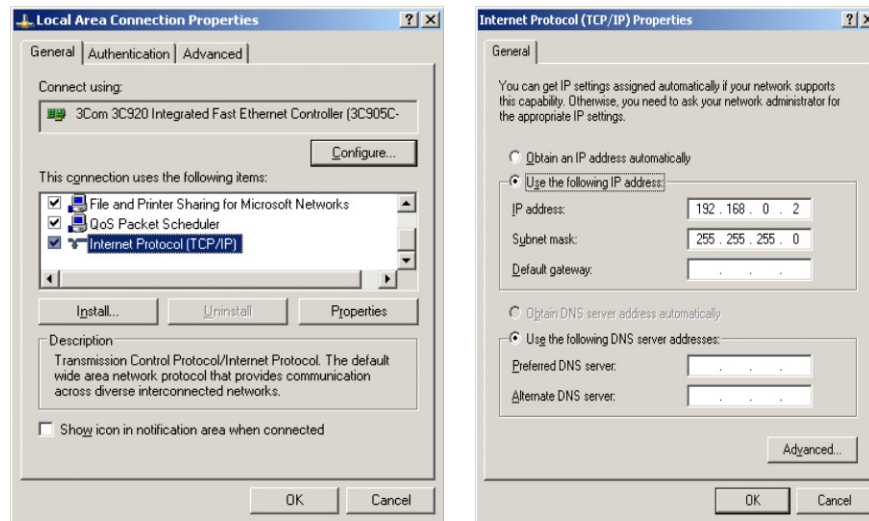

Figure D-6 : Boîtes de dialogue des propriétés de la connexion locale et du protocole Internet
8. Dans le panneau Propriétés, (Figure D-6), sélectionnez le protocole Internet (TCP/IP) et cliquez ensuite sur le bouton Propriétés. La fenêtre des propriétés du protocole Internet (à droite sur la Figure D-6) s'affiche.